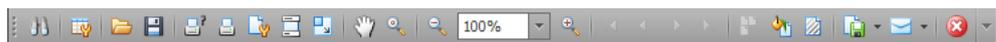

Рисунок 110
- Панели инструментов (рис.110)